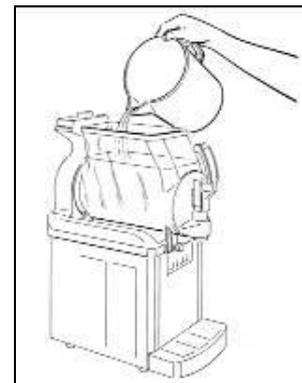

Abb. 3
- Die Wanne mit lauwarmem Wasser füllen (Abb. 3) und das Rührwerk einige Minuten lang laufen lassen (alle LEDs ausgeschaltet), nachdem der Deckel wieder aufgesetzt wurde.